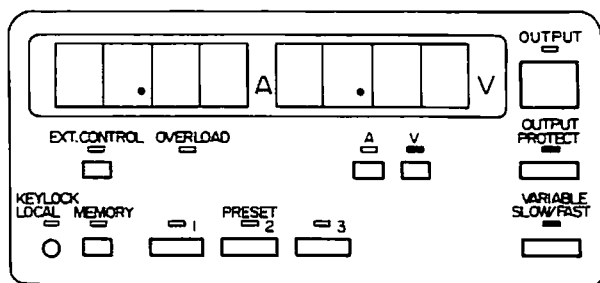

図10
- 1) 図10のようなLEDの点灯および消灯状態にします。